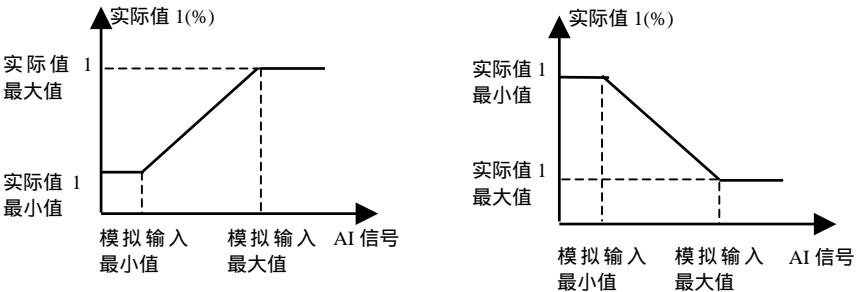

图 9-19 实际值 1(%)
- ☞ 定义实际值 1 的最小值，设定范围 0~+1000%，见图 9-19，并请参考“Group13 模拟输入菜单组”中关于模拟输入 AI 最大值和最小值的描述。
- ☞ 定义实际值 1 的最大值，设定范围 0~+1000%，见图 9-19，并请参考“Group13 模拟输入菜单组”中关于模拟输入最大值和最小值的描述